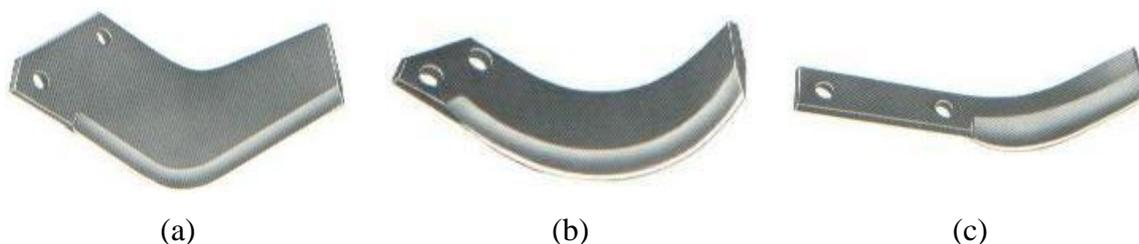

Figura 5. Tipos de facas: a) Faca em “L”; b) Faca em “C”; c) Faca reta.
ativos, pois um único modelo não atendia a toda as condições de trabalho. Não só a escolha do tipo de órgão ativo, mas também o número, a distribuição e a posição de montagem no rotor são da mais alta importância ao desenvolvimento da máquina. (Figura 5).
b) Facas: As lâminas (Figura 5) podem apresentar vários formatos, descritos a seguir: